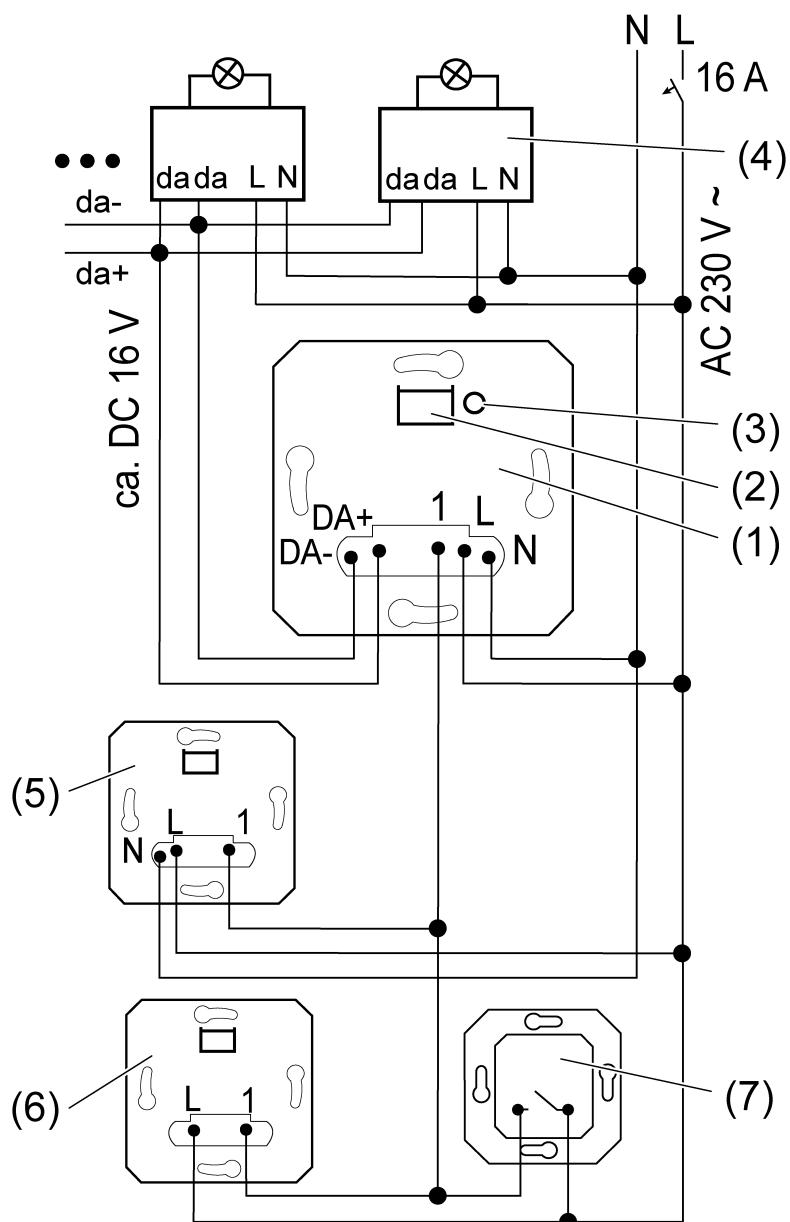

Bild 1: Anschlussplan mit optionalen Nebenstellen
- DALI Einsatz (1) und DALI Teilnehmer (4) gemäß Anschlussplan anschließen (siehe Bild 1).
- i** Durch kurze Betätigung der Taste **Test** (3) kann die angeschlossene Beleuchtung auch ohne Aufsatz geschaltet werden.